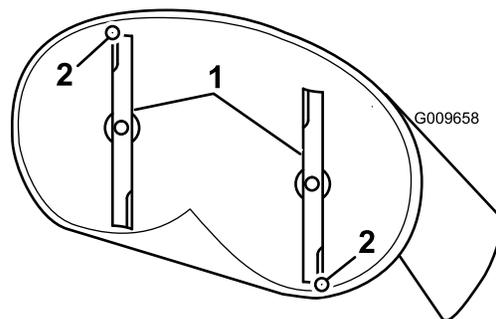

Figure 52
4. Faites pivoter les lames avec précaution pour faire passer les pointes avant à l'arrière (Figure 52).
5. Mesurez la distance entre la pointe de la lame avant et la pointe de la lame arrière par rapport à la surface plane (Figure 52). Si la pointe avant de la lame n'est pas de 1,6 à 7,9 mm (1/16 à 5/16 po) plus basse que la pointe arrière, réglez le contre-écrou avant.
- Une fois le réglage effectué, vérifiez à nouveau l'inclinaison avant/arrière des lames. Poursuivez le réglage de l'écrou jusqu'à ce que la pointe avant de lame soit de 1,6 à 7,9 mm (1/16 à 5/16 po) plus bas que la pointe arrière (**Figure 52**).